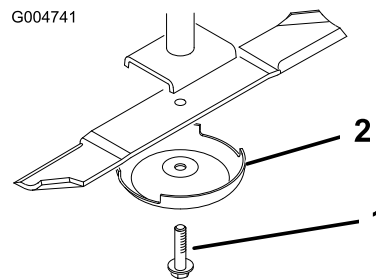

Figura 91
2. Afferrate l'estremità della lama con un cencio o un guanto bene imbottito. Togliete il bullone, la coppa antistrappo e la lama dall'asse del fusello (Figura 91).